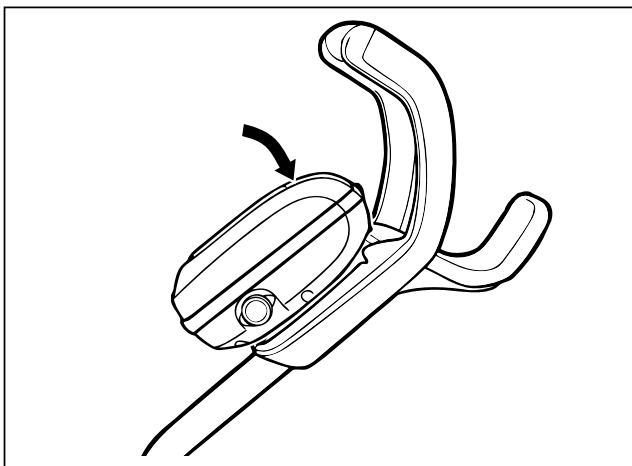

Figura 11. Coloque la unidad de control en el carrito
- Presione la unidad de control en el gancho del carrito hasta que quede bien colocada y ya en su sitio (Figura 11).